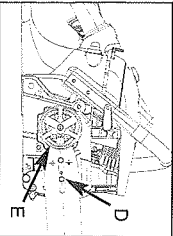

Fig. 3C
6. Placez le bout en ferre du guide-chaîne sur le bouton de la barre (D). Faites glisser le guide-chaîne derrière le tambour d'embrayage (E) jusqu'à ce que le guide-chaîne stoppe. (Fig. 3C)